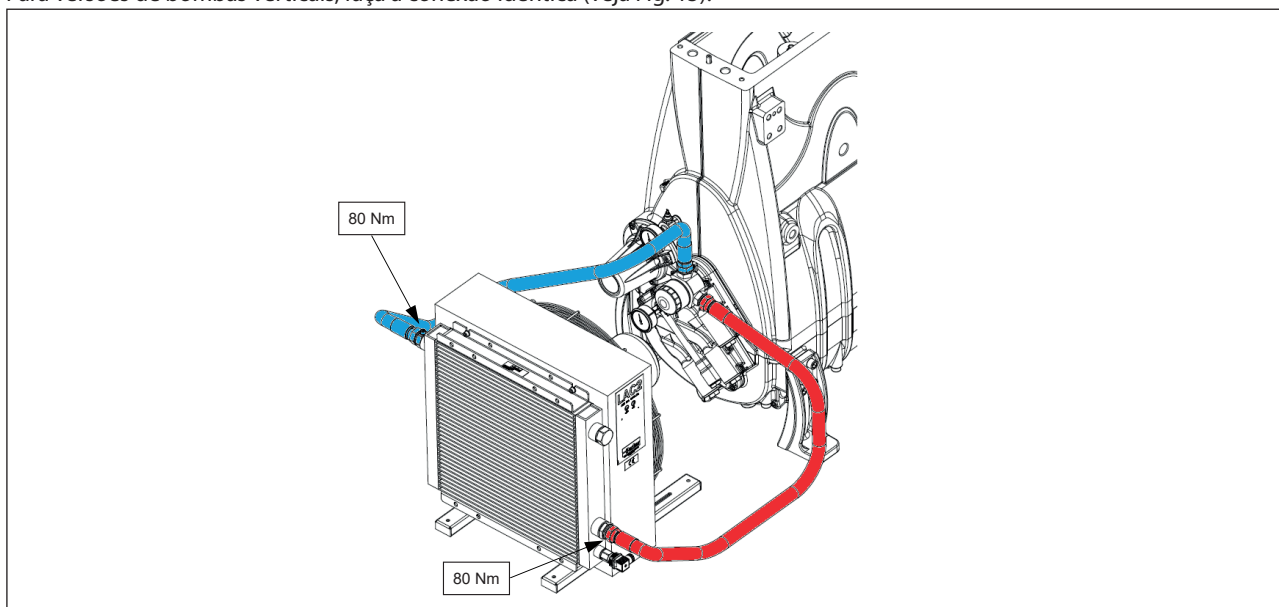

Fig. 15
2. Conecte o primeiro tubo através da curva de 90° ao encaixe na entrada do trocador, localizado na parte inferior do mesmo (veja a Fig. 15). Aperte com um torque de 80 Nm.
Para versões de bombas verticais, faça a conexão idêntica (veja Fig. 15).